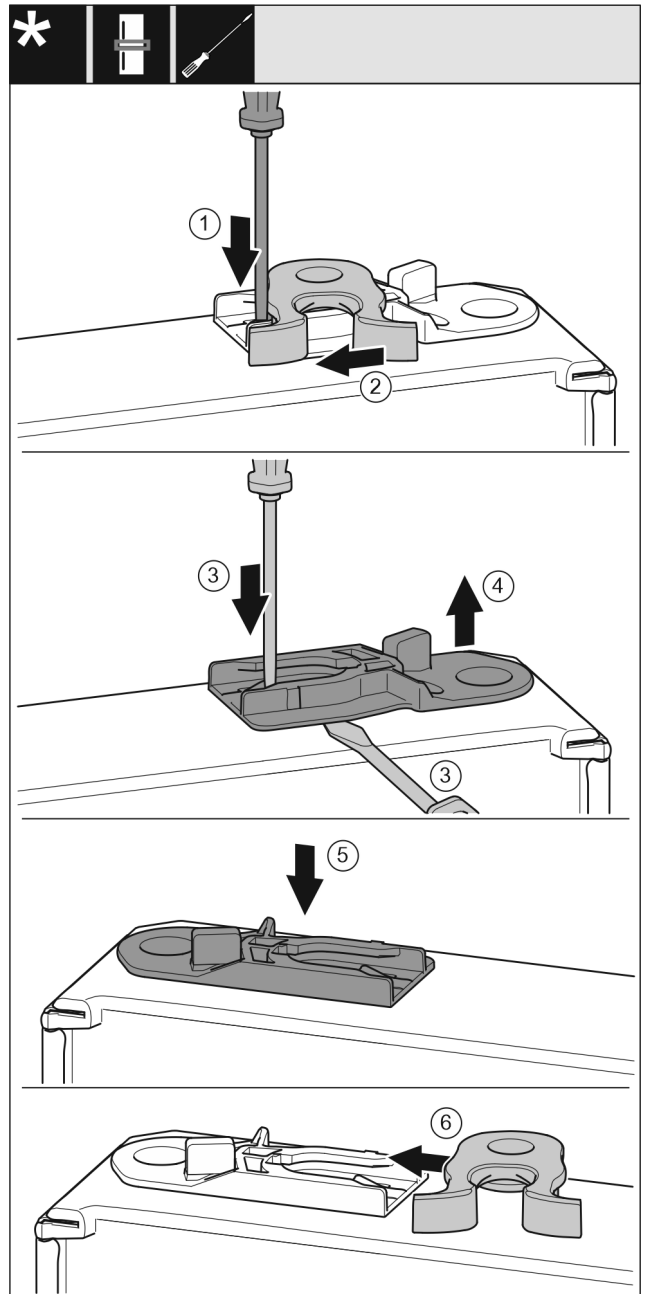

Fig. 18
- Presionar hacia abajo la lengüeta con el destornillador. Fig. 18 (1)
- Extraer el gancho de cierre de la guía. Fig. 18 (2)
- Extraer el casquillo de guía: Presionar la lengüeta con el destornillador para tornillos de cabeza ranurada y, simultáneamente, deslizar con el mismo destornillador por debajo del casquillo de guía. Fig. 18 (3, 4)
- Introducir el casquillo de guía incluido en el volumen de suministro en el otro lado de la carcasa. Fig. 18 (5)
- Introducir el gancho de cierre en la guía. Fig. 18 (6)